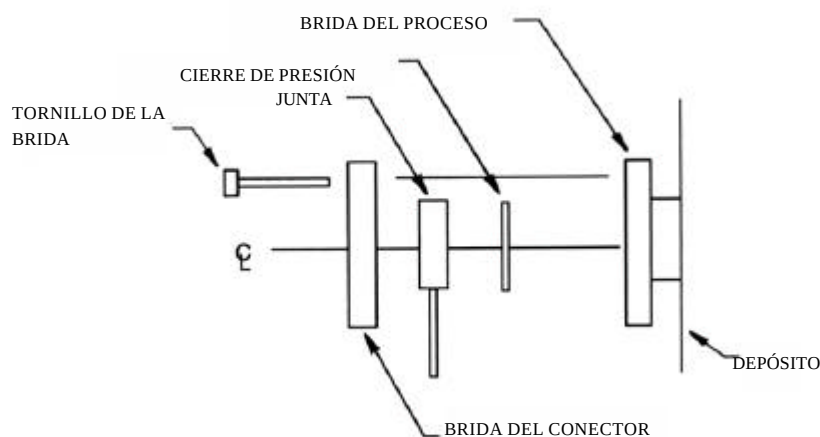

Figura 19. Instalación de los sellos de presión
1. Alinee el sello de presión con la brida del conector como se muestra en la figura 19.
2. Coloque la junta como se muestra en la figura 19.